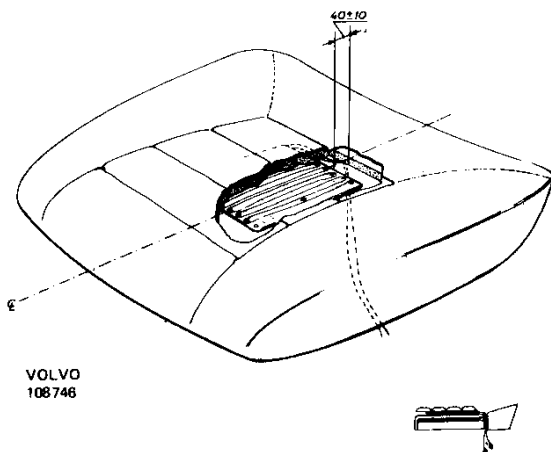

Abb. 59 Einbaumaße für Heizkörper in Fahrersitz
7. El. Leitungen vom Heizkörper in der Fuge zwischen den Schaumstoffpolsterblöcken an der Sitzvorderkante so verlegen, daß sie durch die Sitzbezugsnähte auf der Unterseite wieder aus dem Sitzkissen herauskommen, siehe Abb. 59.